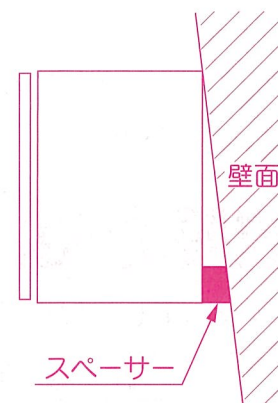

図1
- 設置する壁面のタチ、カネ(垂直、直角)がでていることを確認してから設置作業を行ってください。壁面がゆがんでいたり、扉に段違いが発生したりキャビネット間にスキが発生して、きれいに収まらない場合がありますので、キャビネットと壁面の間に適当なスペーサーを入れて調整してください。(図1参照)